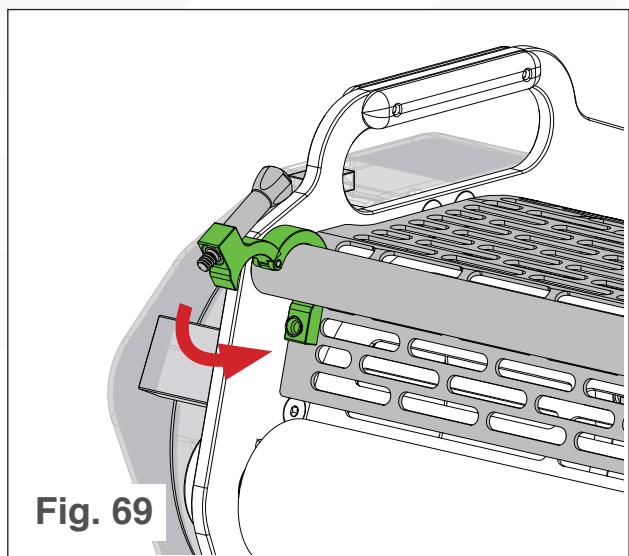

Fig. 69
- i. Cierre la cerradura del protector del tambor alrededor de la barra del protector del tambor (ver Fig. 69).